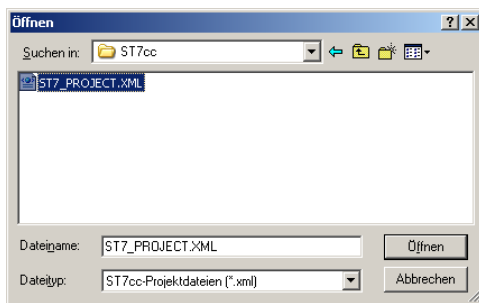

Bild 3-11 Selektion des zu öffnenden Projekts *ST7_PROJECT.XML*
1. Wählen Sie in *Suchen in:* das entsprechende Projektverzeichnis (siehe Bild 3-11).